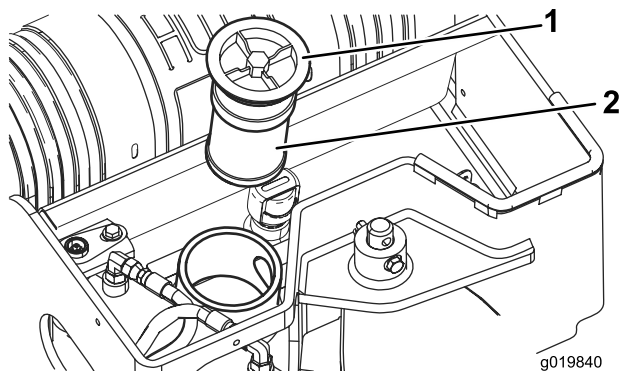

Figure 60
5. Déposez le filtre à huile et mettez-le au rebut (Figure 60).
6. Mettez en place le filtre hydraulique de rechange et le bouchon de remplissage (Figure 60), et serrez le boulon sur le dessus à un couple de 21 à 25 N m.
6. Enlevez le bouchon de remplissage du réservoir hydraulique ainsi que le filtre (Figure 60).
11. Mettez en place le filtre hydraulique et le bouchon de remplissage (Figure 60), et serrez le boulon sur le dessus à un couple de 21 à 25 N m.